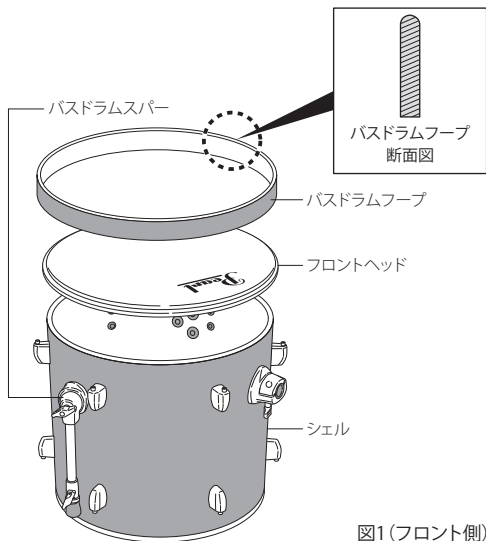

図1(フロント側)
1. シェルをフロント側(バスドラムスパーの付いている方)を上にして床に置き、Pearl ログのあるフロントヘッドをかぶせ、バスドラムフープを平らな方を下にしてのせます(図1)。